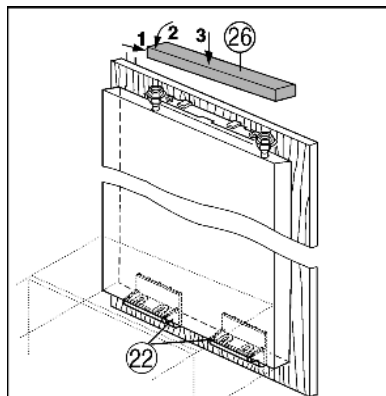

Fig. 19
- ▶ Applicare il coprifuga superiore Fig. 19 (26) e inserire a scatto.
- ▶ Chiudere di nuovo l'angolare di fissaggio Fig. 19 (22).